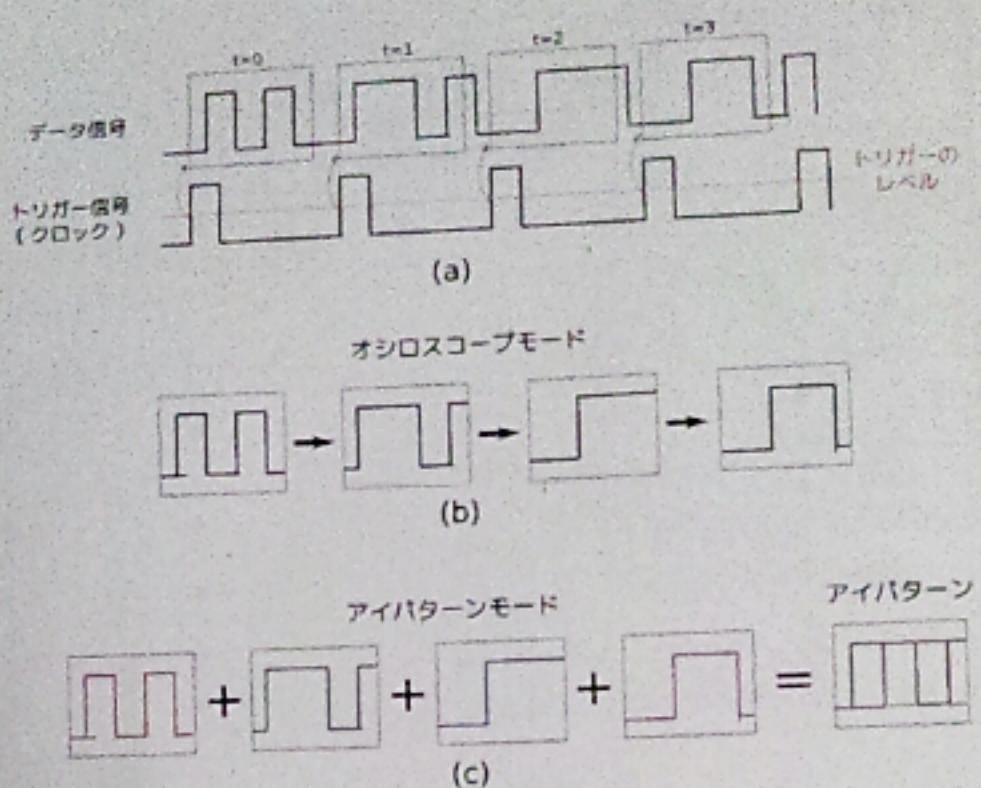

図 1.9: (a) トリガ信号によるサンプリング (b) オシロスコープモード (c) アイパターンモード
- トリガー信号の振幅がトリガーレベルの値になるとサンプリングが行われる（図 1.9 (a)）。
- オシロスコープモードでは、サンプリングされた波形が順次表示される（図 1.9 (b)）。
- アイバターンモードでは、サンプリングされた波形が重なって表示される（図 1.9 (c)）。